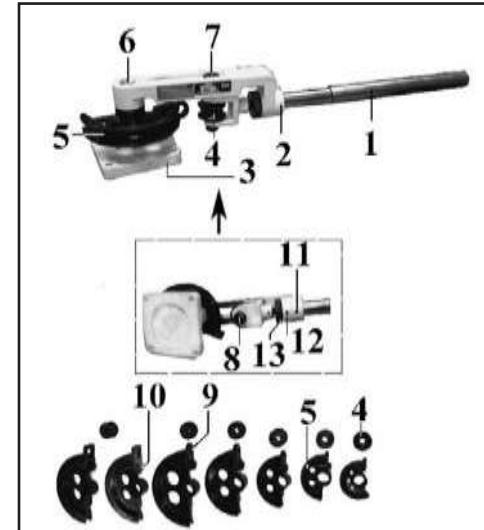

Рис. 2
- 4.1. Запрещается эксплуатировать трубогиб без надёжного его закрепления на прочной и устойчивой рабочей поверхности верстака с помощью болтовых соединений (не комплектуется) через отверстия в основании (3) (Рис. 2).
- 4.4. Не допускайте попадания рук в рабочую область между роликом (4) и оправкой (5) (Рис. 2).
- 4.7. В рабочей зоне трубогиба - между роликом (4) и оправкой (5) (Рис. 2) - не должны находиться мусор, стружка и другие посторонние предметы. Не допускайте накапливания пыли, грязи и посторонних предметов на деталях трубогиба, а также на поверхности и внутри изгибающей трубы.
6.1. Трубогиб состоит из следующих сборочных единиц и деталей (Рис. 2):
## 7. СБОРКА (Рис. 2)
Закрепите трубогиб на прочной и устойчивой рабочей поверхности верстака с помощью болтовых соединений (не комплектуется) через отверстия в основании (3), Рис. 2.
## 9. РАБОТА (Рис. 2)
10.3. Рабочая поверхность оправки (5) и ролика (4), Рис. 2, а также оси (6) и (7), должны быть чистыми, слегка смазанными машинным маслом.